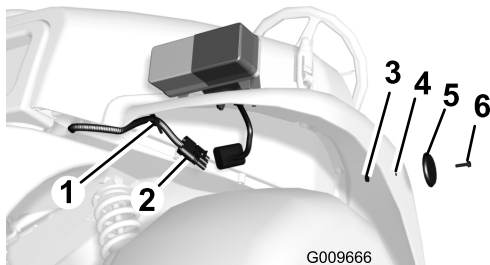

Figure 14
3. Faites passer le connecteur sous l'aile avant et fixez-le sur le dessous de l'aile avec l'ancrage en plastique situé sur le faisceau de câblage (Figure 14).
2. Posez un réflecteur de chaque côté de l'aile avant dans le trou percé précédemment (Figure 14).